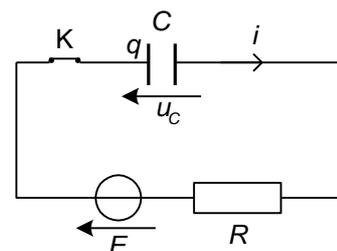

Figure 4
Nous allons nous intéresser au principe de fonctionnement de ce dispositif. Le peigne mobile et le cadre constituent un condensateur de capacité C . Il est branché aux bornes d'une pile de résistance interne R et de force électromotrice E . Le circuit est modélisé par le schéma de la **figure 4**.
La mise sous tension de l'accéléromètre revient à fermer l'interrupteur K du montage modélisant le dispositif représenté sur la **figure 4**.
1.5.2. En déduire, en régime permanent, la valeur de la charge q du condensateur définie sur la **figure 4**.